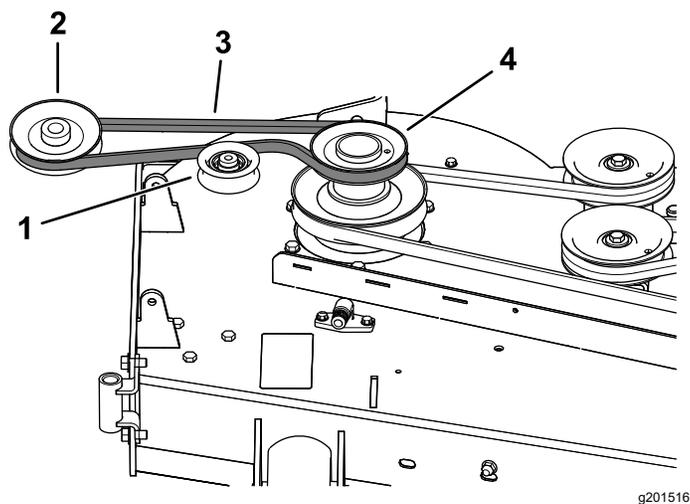
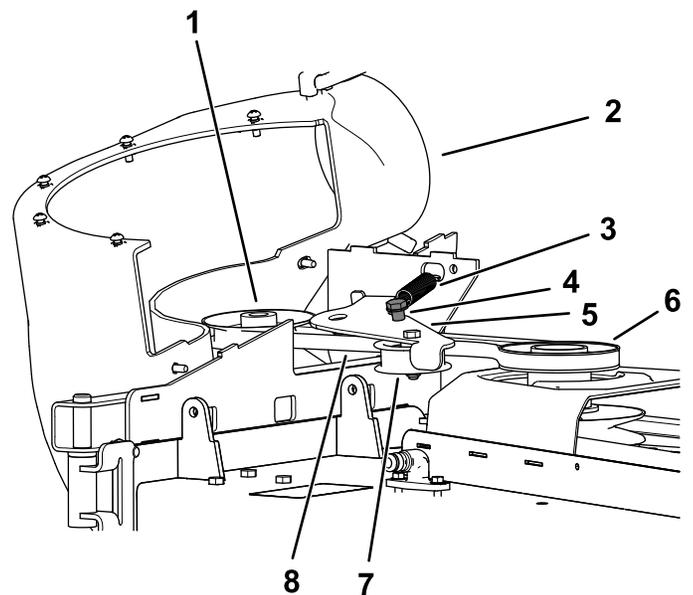

Figura 25
Figura 26
1. Se necessário, instale a correia em redor da polia do soprador (Figura 25).
1. Instale a correia em redor da polia do soprador (Figura 25 e Figura 26); consulte 11 Instalação da estrutura do soprador (página 15).
3. Afaste a polia intermédia da mola do pólo de mola fixo e coloque a correia em redor da polia da plataforma do cortador (Figura 26).
4. Oriente a correia pela polia da transmissão, conforme ilustrado em Figura 25 e Figura 26.